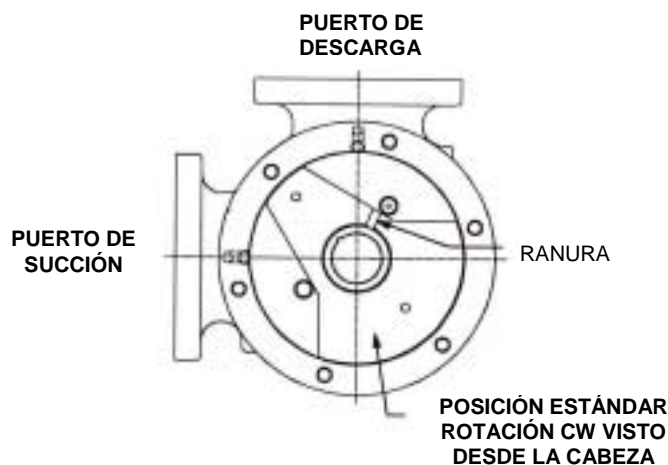

FIGURA 15
2. Si se ha separado la carcaza del soporte, compruebe la junta plana y substituya si es necesario. Instale la carcaza en el piloto del soporte con la misma orientación que antes. Las bombas de esta serie no permite la rotación de la carcaza para alternar las configuraciones de los puertos – para modificar la disposición de los puertos, consulte "Rotación de la bomba" en página 10. Fije la carcaza con (8) tornillos
3. Coloque la placa de compensación (si no está unida al soporte) en el agujero de la carcaza (en las series 825 este paso puede no ser necesario). Asegúrese de que la placa de compensación quede en la misma posición que antes. Ver la posición normal de la placa en la **Figura 15**.